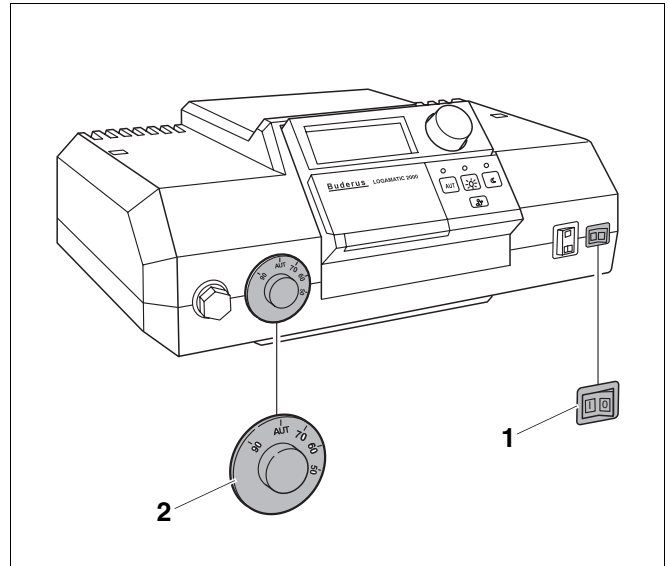
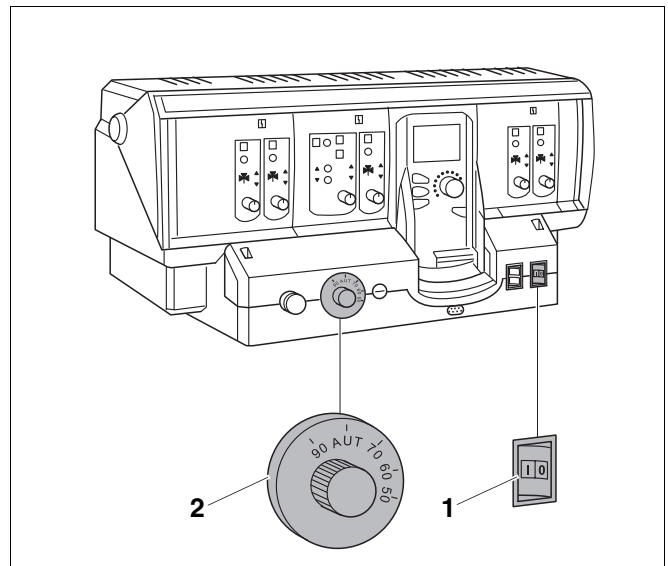

Abb. 27 Regelsystem Logamatic 2000
Abb. 28 Regelsystem Logamatic 4000
- Schalter Betrieb (Abb. 27, **Pos. 1** bzw. Abb. 28, **Pos. 1**) in Stellung „I“ (EIN) stellen.
- Kesselwassertemperaturregler (Abb. 27, **Pos. 2** bzw. Abb. 28, **Pos. 2**) auf „AUT“ stellen. Bei konstanter Regelung die gewünschte Temperatur (mind. 55 °C) einstellen.